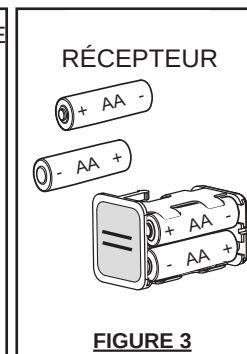

FIGURE 3
2.2 Place 4 "AA" batteries into the battery compartment of the receiver. **FIGURE 3**
2.2 Installez 4 piles « AA » dans le compartiment à piles du récepteur. **FIGURE 3**